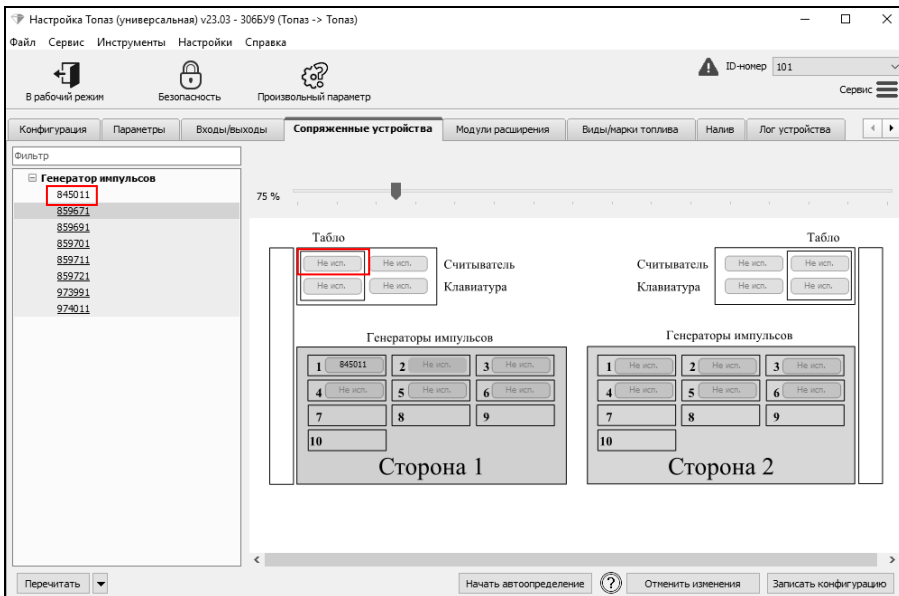

Рисунок 13
2) Для привязки вручную на вкладке "Сопряженные устройства" в правом столбце окна программы двойным щелчком левой кнопки мыши выбрать "Не исп" устройство, затем в правом столбце окна программы двойным щелчком левой кнопки мыши выбрать соответствующий стороне (рукаву) ТРК ID-номер устройства (рисунок 13).